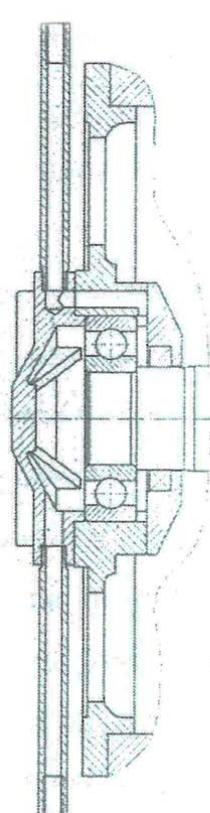

Рисунок 4
3.5.24 Установить крышку подшипника поз. 5 на шпильки так, чтобы смазочные отверстия на крышке подшипника и щите совпадали (рисунок 4). Закрепить крышку подшипника гайками.